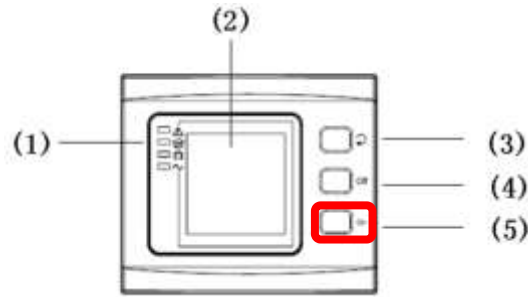

Fig. 3-5 Arranque en frío
- Pulse el botón ON de arranque en frío (Fig. 3-5).